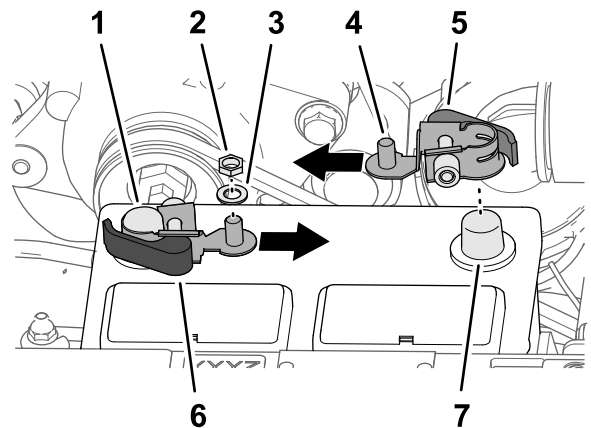

Figura 209
1. Rimuovete i dadi esagonali e le rondelle dai morsetti ad attacco rapido della maniglia nera (Figura 209).
3. Montate il morsetto ad attacco rapido sul polo negativo della batteria con il polo filettato del morsetto allineato verso il centro della batteria, come illustrato nella Figura 209.